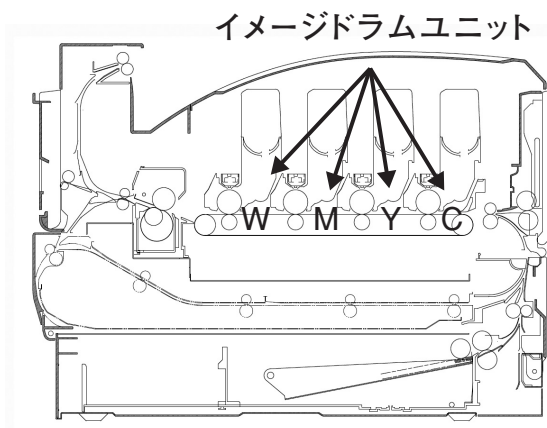

図2 装置概略構成図
そこで、図2に装置概略構成図を示すが、イメージドラムユニットは通紙する方向の上流よりシアン (C)、イエロー (Y)、マゼンダ (M)、ホワイト (W) の順に配置し